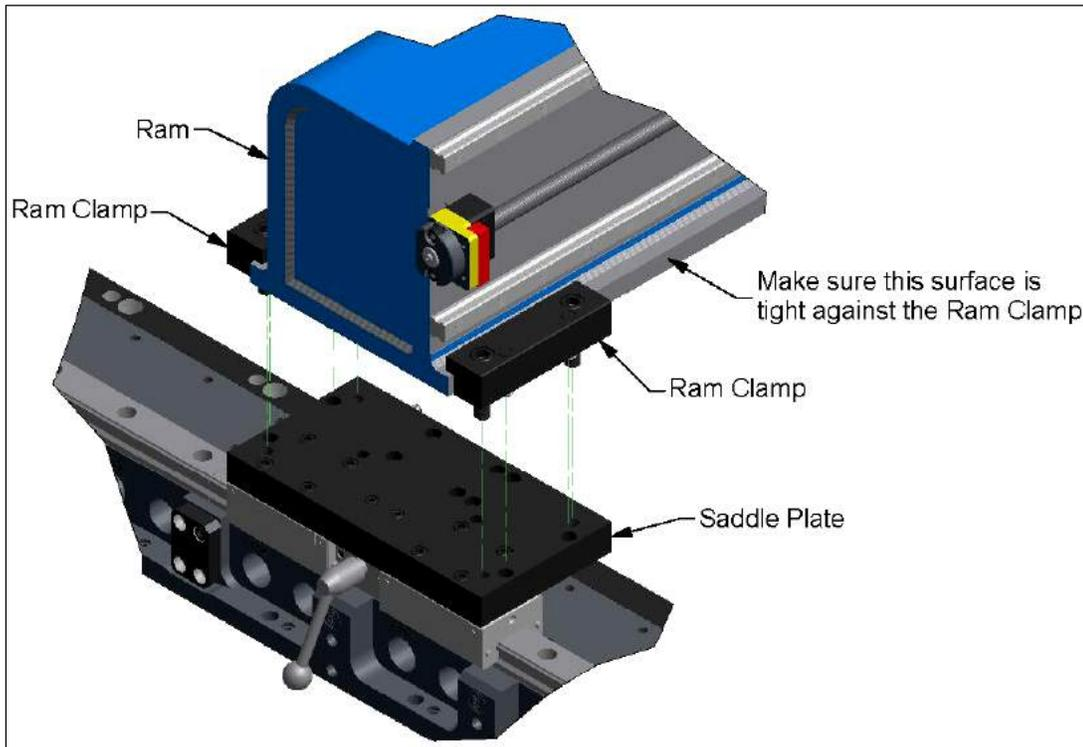

Abbildung 10
1. Die Vorderkante des Querbalkens gegen die Innenseite der Querbalkenklammer drücken. Dadurch wird der Querbalken rechtwinklig zum Ständer ausgerichtet. Dann den Querbalken wie in Abbildung 10 dargestellt befestigen.